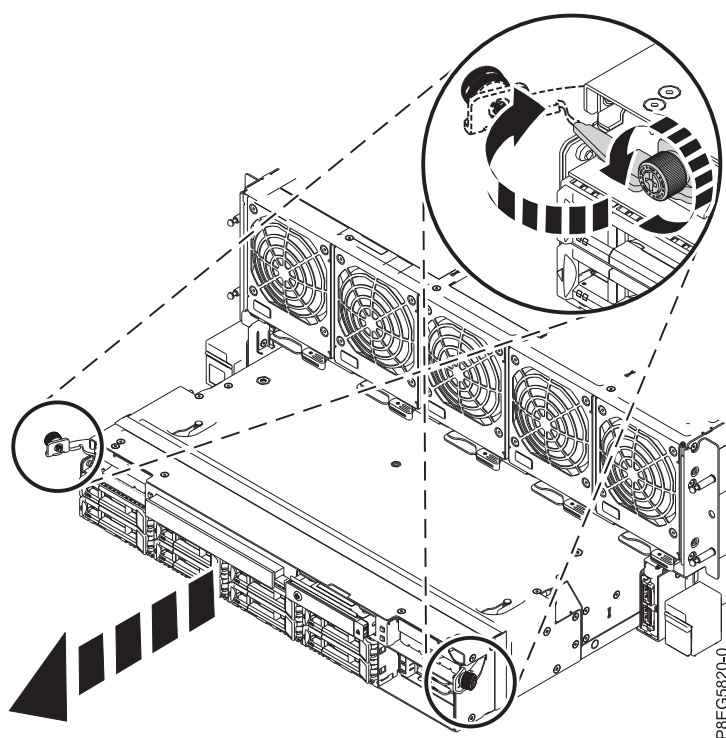

Figure 10. Retrait de l'assemblage RAID du système
2. Tournez les vis moletées situées sur l'assemblage pour les desserrer, comme illustré à la figure 10.